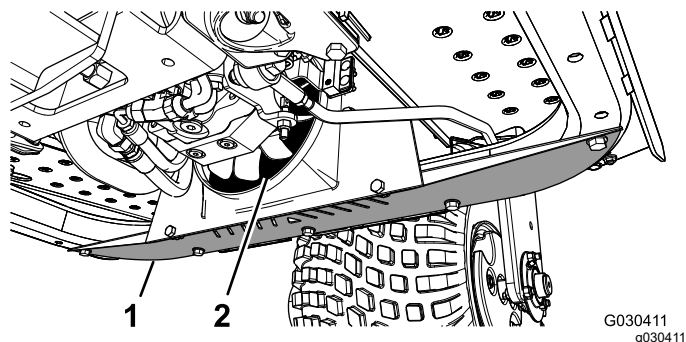

图 50
1. 卸下下护罩 图 50。
2. 使用延长管将压缩空气吹入风扇叶片之间 图 50 将杂物从其进入的方向吹出。